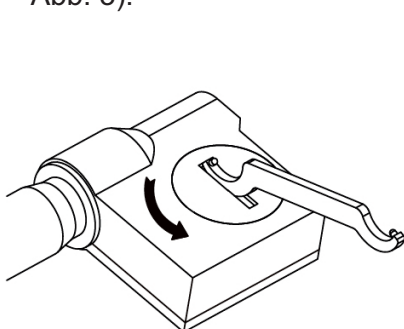

Abb. 1
- » Drehen Sie die Batteriefachabdeckung mit dem Schraubenschlüssel gegen den Uhrzeigersinn (siehe Abb. 1) und entfernen Sie sie.